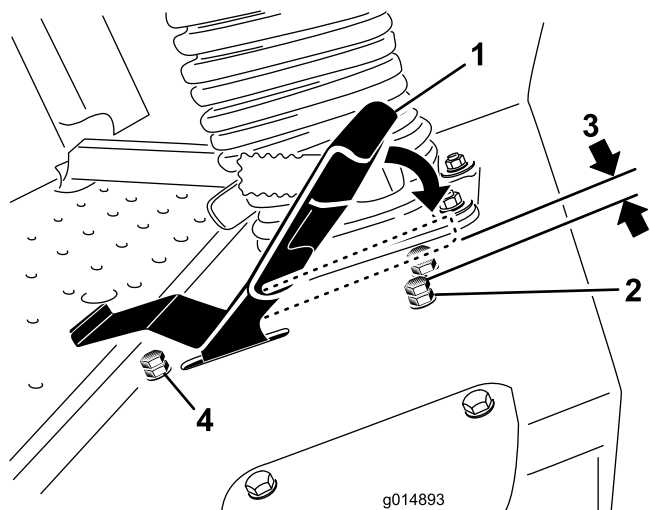

図 60
3. 走行ペダルのストップボルトについているジャムナットをゆるめる（図 60）。